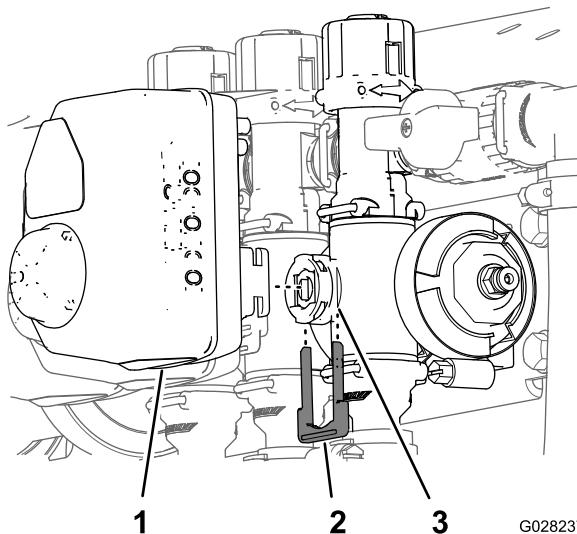

Figura 87
3. Rimuovete il fermo che fissa l'attuatore alla valvola del collettore per la valvola di comando del volume, la valvola dell'agitatore, la valvola principale delle barre o la valvola di sezione delle barre (Figura 87).